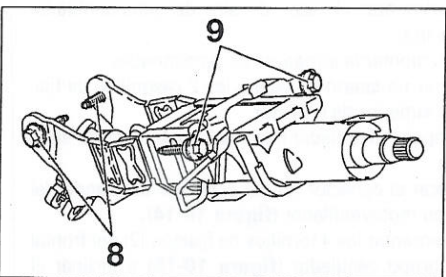

FIGURA 10-5
- Desmontar los tornillos de fijación inferior (8) y superior (9) de la columna de dirección (figura 10-5).